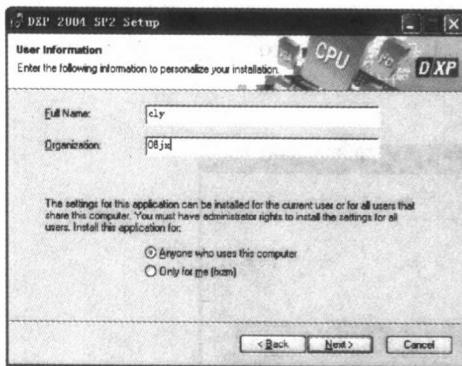

图 1-4 输入用户信息
④ 选择【I accept the license agreement】，单击【Next】按钮，进入如图 1-4 所示的安装窗口。